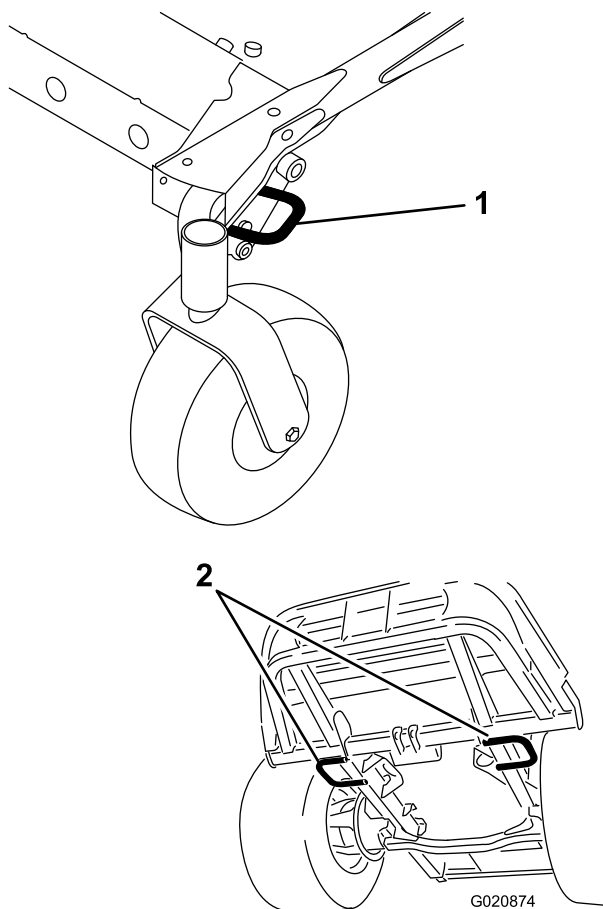

図 30
3. (また、トレーラやトラックに機械を載せて運搬する場合には、地域の交通規則にしたがって、ロープ、チェーン、ケーブルなどで確実に機体を固定してください 図 30。